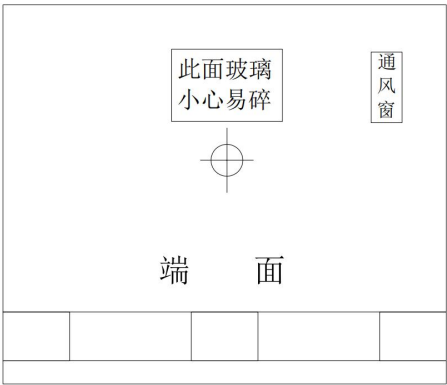
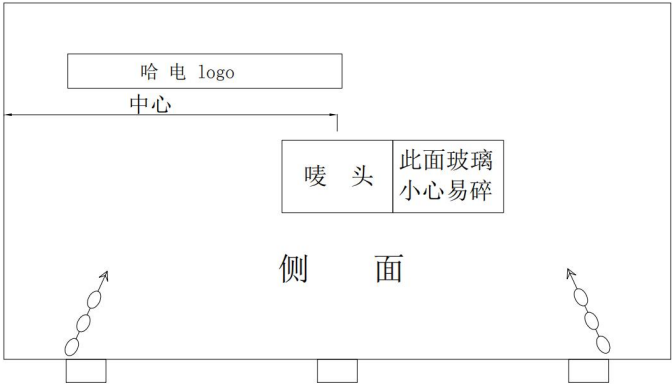

图 15. 包装箱端面易碎标识钉挂示意图
图 16. 包装箱侧面易碎标识钉挂示意图
1、对包装有玻璃柜门、易碎的产品部件，要在正对易碎面的箱外侧钉挂“此面玻璃，小心易碎”标识，易碎标识见附图。应避免遮挡起吊线、重心、哈电 logo、唛头等标识，如图 15、图 16 所示。易碎标识的码钉要求与唛头相同。